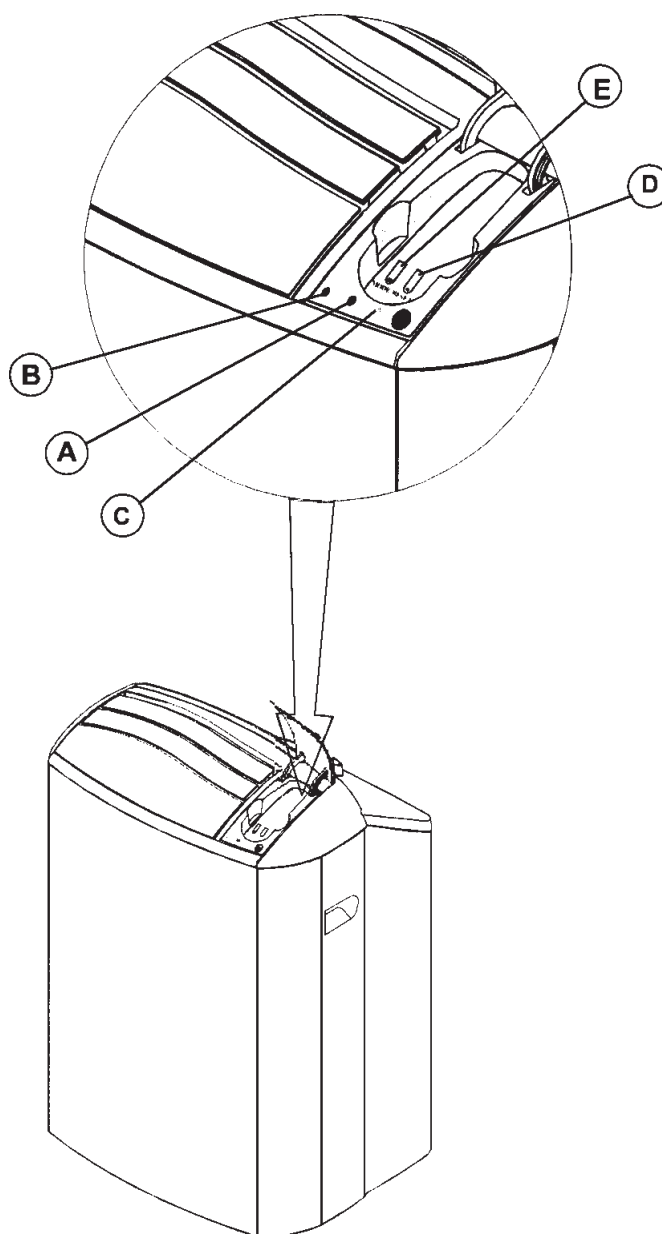

Рис. 10
## **ИНДИКАТОР ЗАГРЯЗНЕНИЯ ФИЛЬТРА И ПЕРЕПОЛНЕНИЯ ЕМКОСТИ ДЛЯ СБОРА КОНДЕНСАТА (см. поз. С на рис. 10)**
## **КНОПКИ УПРАВЛЕНИЯ (см. поз. Е и D на рис. 10)**
# ИНДИКАТОРЫ И КНОПКИ УПРАВЛЕНИЯ, РАСПОЛОЖЕННЫЕ НА КОНДИЦИОНЕРЕ (см. рис. 10)
# УПРАВЛЕНИЕ КОНДИЦИОНЕРОМ (см. рис. 10 и 11)
Для включения кондиционера нажмите кнопку ВКЛ/ОТКЛ (1). О начале работы будет свидетельствовать загоревшийся на кондиционере индикатор РАБОТА (поз В, рис. 10). Обратите внимание на то, что при включении на ЖК-дисплее (11) отображается тот режим и те настройки, которые использовались перед отключением.